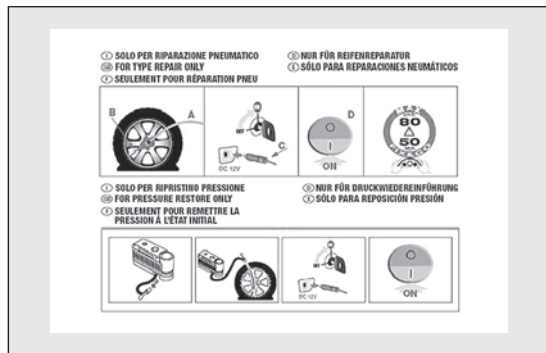

fig. 103
- pieghevole informativo (vedere fig. 103), utilizzato per un pronto uso corretto del kit di riparazione rapida e successivamente consegnato al personale che dovrà maneggiare il pneumatico trattato;